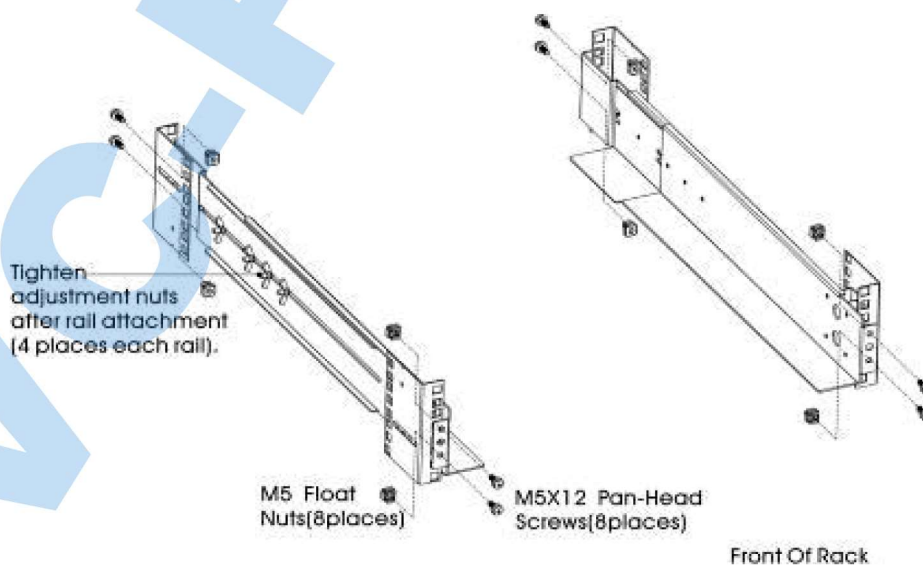

Рис. 4-2. Фиксация направляющих.
2. Выберите правильный размер в стойке для размещения ИБП (см. рис. 4-2). Рельсовые направляющие крепятся в четырёх местах на передней и задней частях стойки.